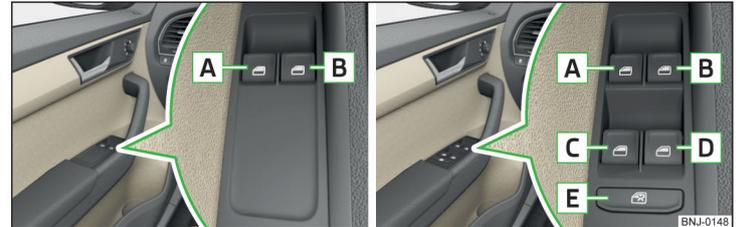

Abb. 38 Tasten der Fensterheber: Variante 1 / Variante 2
Ausstattungsabhängig können mit den Tasten in der Tür die Fenster vorn - **Variante 1** bzw. die Fenster vorn und hinten - **Variante 2** bedient werden » Abb. 38.
Bei der **Variante 2** » **Abb. 38** kann das **Fahrerfenster** durch kurzes Drücken der Taste bis zum Anschlag automatisch vollständig geöffnet werden. Bei erneutem Drücken oder nach dem Ziehen der Taste bleibt das Fenster stehen.
Bei der **Variante 2** » **Abb. 38** kann das **Fahrerfenster** durch Ziehen der Taste bis zum Anschlag automatisch vollständig geschlossen werden. Bei erneutem Ziehen oder nach dem Drücken der Taste bleibt das Fenster stehen.
► Die Taste **E** » **Abb. 38** drücken.
Werden auf den Rücksitzen Personen, die nicht völlig selbstständig sind, z. B. Kinder, befördert, wird empfohlen, sicherheitshalber die Tasten in den hinteren Türen mit der Taste **E** zu deaktivieren » **Abb. 38**.
- Die **Variante 1** der elektrischen Fensterheber » **Abb. 38 auf Seite 57 verfügt über keine Kraftbegrenzung.** Die Fenster sind vorsichtig zu schließen - es besteht Verletzungsgefahr!
- Das **Beifahrerfenster bei der Variante 2** der elektrischen Fensterheber » **Abb. 38 auf Seite 57 verfügt über keine Kraftbegrenzung.** Das Fenster ist vorsichtig zu schließen - es besteht Verletzungsgefahr!